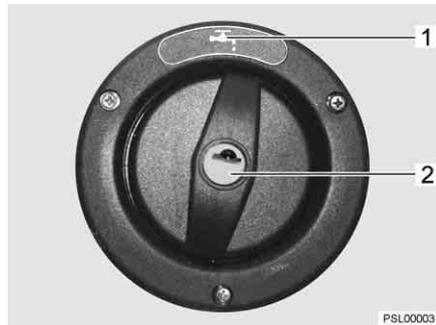

Fig. 40 Coperchio per bocchettone di riempimento dell'acqua potabile
- ▷ Il bocchettone di riempimento dell'acqua potabile è contrassegnato dal simbolo "H₂O" (Fig. 40,1).
- Inserire la chiave nel cilindro della serratura (Fig. 40,2) e ruotare in senso antiorario.